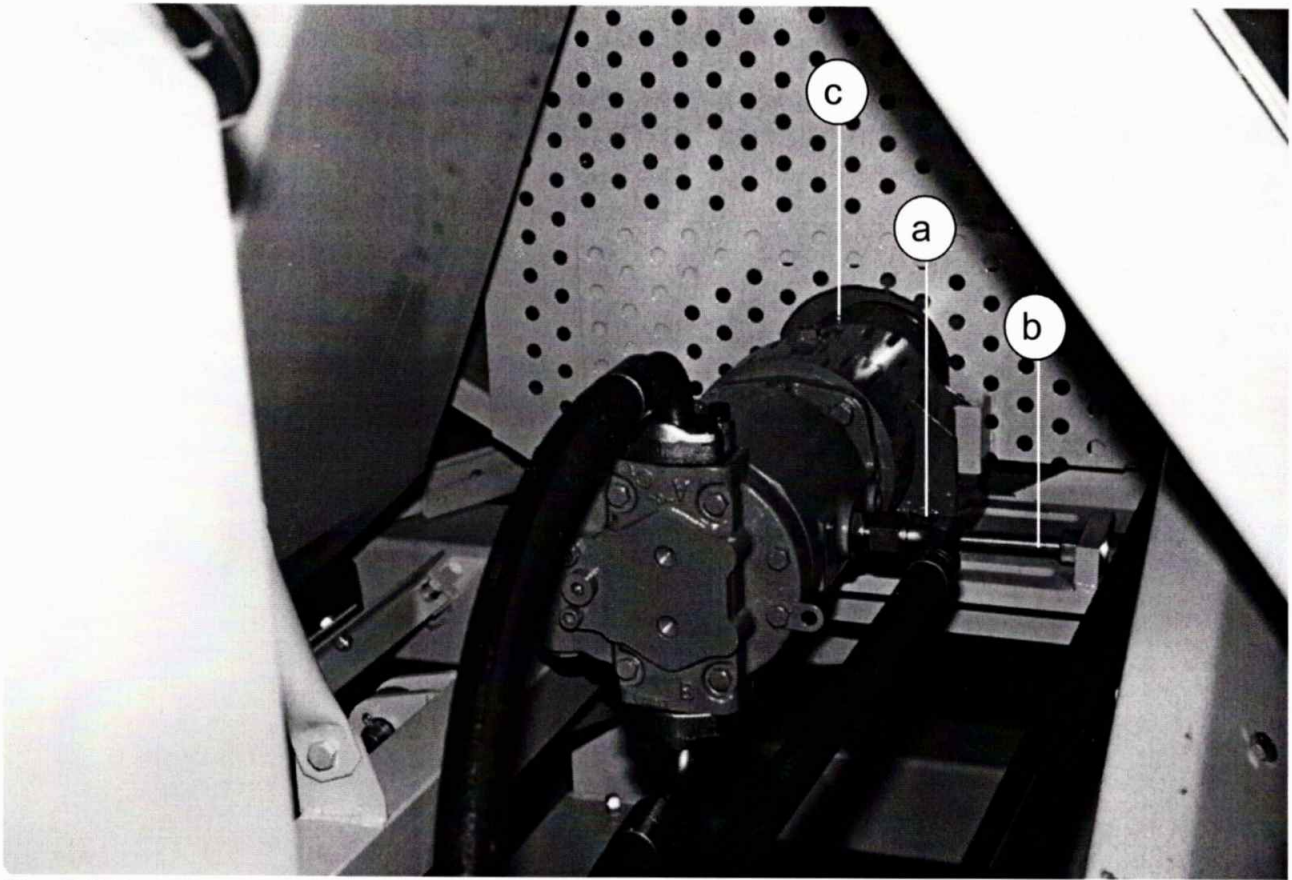

fig. 7.3.7
Per tirare o allentare le cinghie del frantoio, si devono prima allentare le viti che fissano il supporto del motore idraulico al telaio della macchina (particolare (a) di fig. 7.3.7), quindi, per mezzo del tenditore (particolare (b) di fig. 7.3.7), si può eseguire il giusto tensionamento.
Infine si deve tornare a stringere le viti di fissaggio del supporto motore idraulico al telaio macchina (particolare (a) di fig. 7.3.7).
- 1) Ingrassare il supporto del motore idraulico del frantoio mostrato dal particolare (c) di fig. 7.3.7.